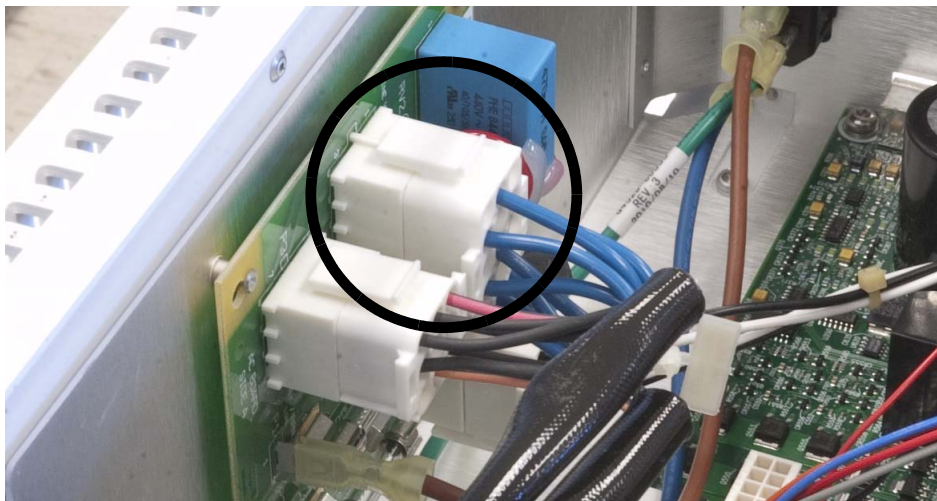

図 2 コンフィグレーションプラグの取り付け
- 3 付属のコンフィグレーションプラグを取り付けます (図 2)。